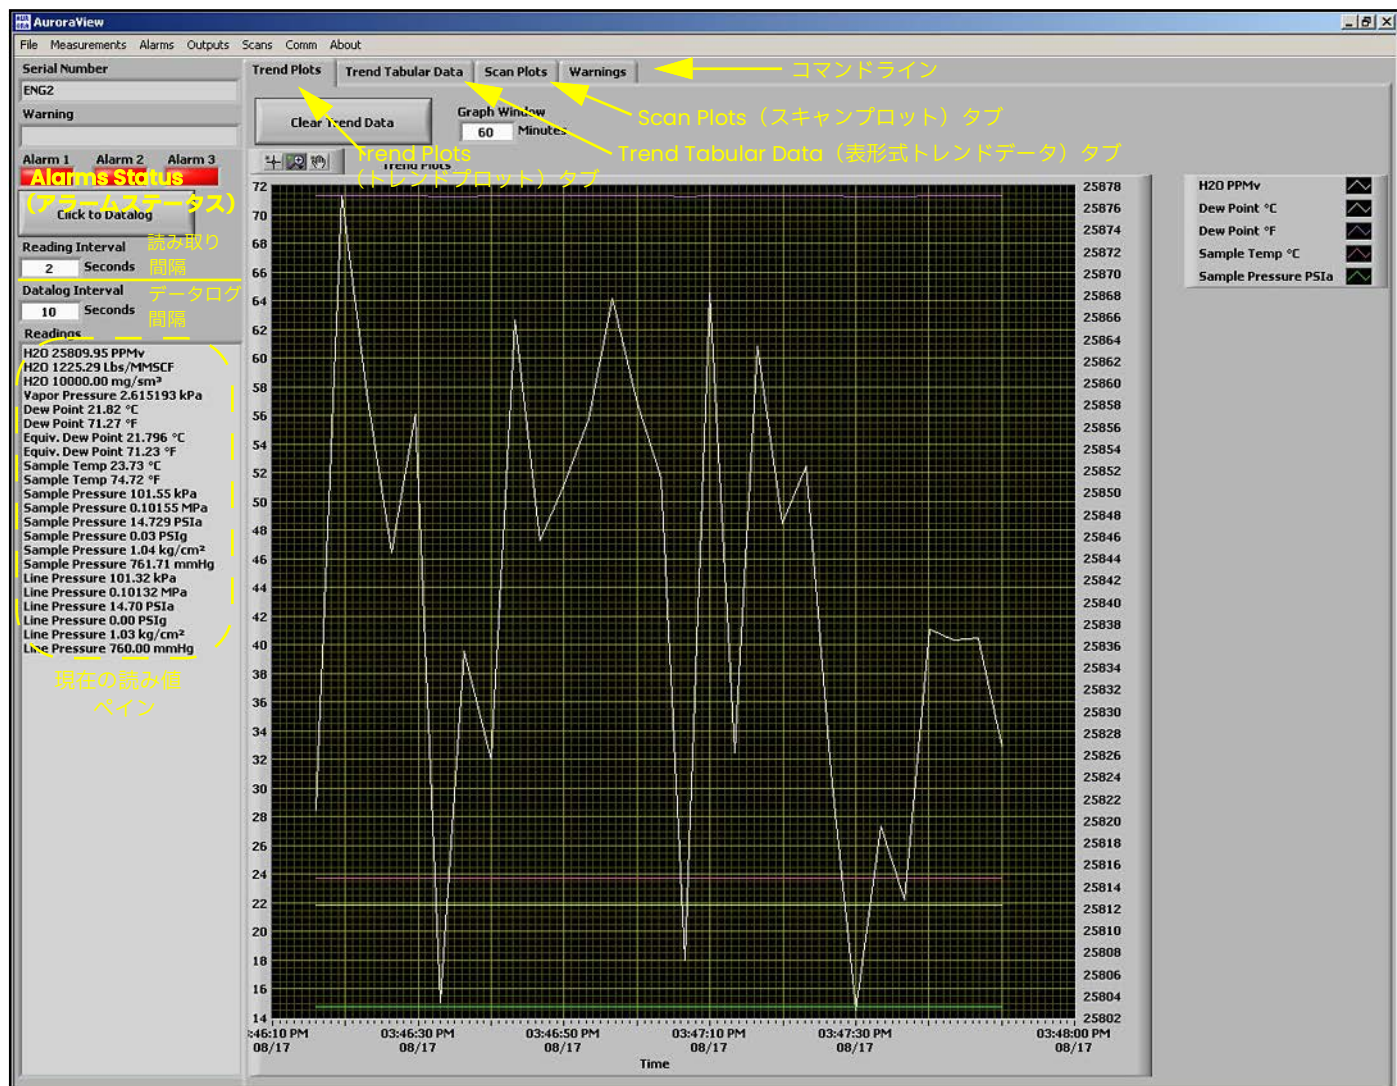

図 60: AuroraView メイン画面
2. AuroraView が立ち上がり、以下の図 60 のような画面が表示されます。